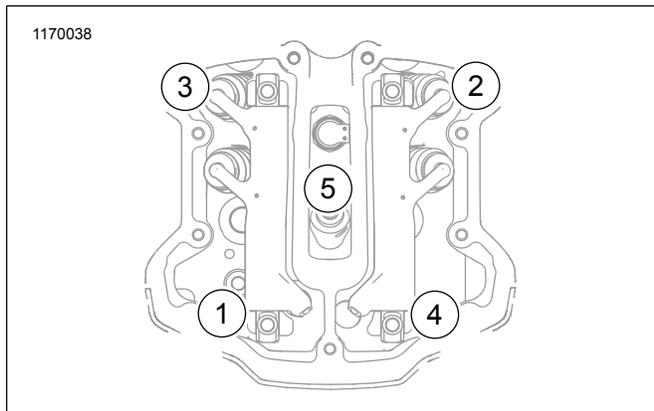

Figure 6. Séquence de serrage du cache-culbuteur inférieur
4. Voir la figure 6. Installer les vis (3) et le goujon (4). Serrer dans l'ordre indiqué.